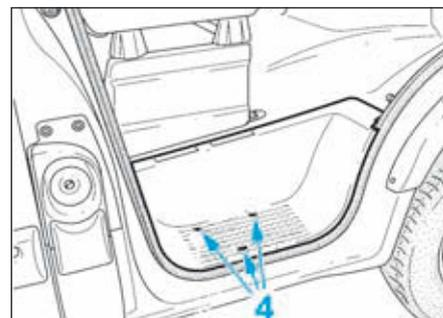

FIG.30
- Déposer les trois vis de fixation (4) (Fig.30) de la garniture de marche avant.